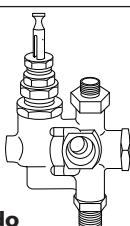

Figura 6 - Descargado
4. Mueva la palanca del descargador manual hacia arriba, a la posición vertical, para que el cabezal funcione sin comprimir aire (Vea la Figura 6).